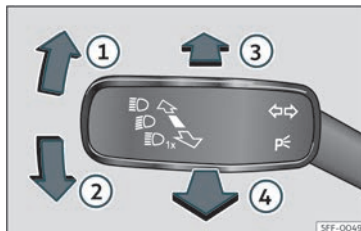

Abb. 90 Blinker- und Fernlichthebel.
- Drücken Sie den Blinker- und Fernlichthebel aus der Ausgangsstellung nach vorne  **Abb. 90** . Wenn die Kontrollleuchte
- **ODER:** Ziehen Sie bei eingeschaltetem Fernlicht den Blinker- und Fernlichthebel nach hinten»» **Abb. 90** .